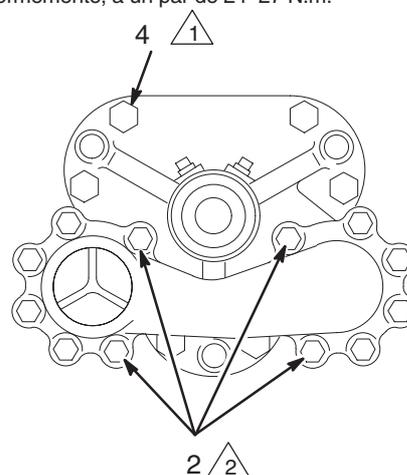

Fig. 15
28. Coloque el colector de entrada (1) en el alojamiento de la válvula de entrada (6). Instale los doce tornillos de cabeza (2) y las arandelas de seguridad (3) sin apretarlos.
29. Apriete los cuatro tornillos de cabeza interiores, opuesta y uniformemente, a un par de 3 N.m, para compensar la carga a que están sometidas las válvulas. Apriete los doce tornillos de cabeza, opuesta y uniformemente, a un par de 11,5–24,5 N.m. Vea la Fig. 15.
31. Lubrique e instale los nuevos sellos (21*, 28*) en los alojamientos de entrada y de salida (6, 5). Coloque el cilindro (27) y los tubos de elevación (20) en su lugar en el alojamiento de la válvula de entrada (6). Coloque el alojamiento de salida (5) sobre el cilindro y los tubos de elevación.
32. Instale los seis tornillos de cabeza del cilindro (4), las arandelas de seguridad (18) y las tuercas (19). Apriete los tornillos de cabeza, opuesta y uniformemente, a un par de 81–88 N.m. Vea la Fig. 15.
33. Lubrique los sellos (15*) y presiónelos uno en cada lado del alojamiento de la válvula de salida (5). Presione los asientos (17), con los lados sin desgastar dirigidos hacia las bolas, en el alojamiento de la válvula de salida. Instale después las bolas (13) y las guías de las bolas (14).
34. Coloque el colector de salida (1) en el alojamiento de la válvula de salida (5) e instale, sin apretar, los doce tornillos de cabeza (2) y las arandelas de seguridad (3). Apriete los cuatro tornillos de cabeza interiores, opuesta y uniformemente, a un par de 3 N.m para compensar la carga de las válvulas. Apriete después los doce tornillos de cabeza, opuesta y uniformemente, a un par de 24–27 N.m. Vea la Fig. 15.
35. Apriete la tuerca prensaestopas (12) a 67 N.m. Afloje y vuelva a apretar a 27–34 N.m.